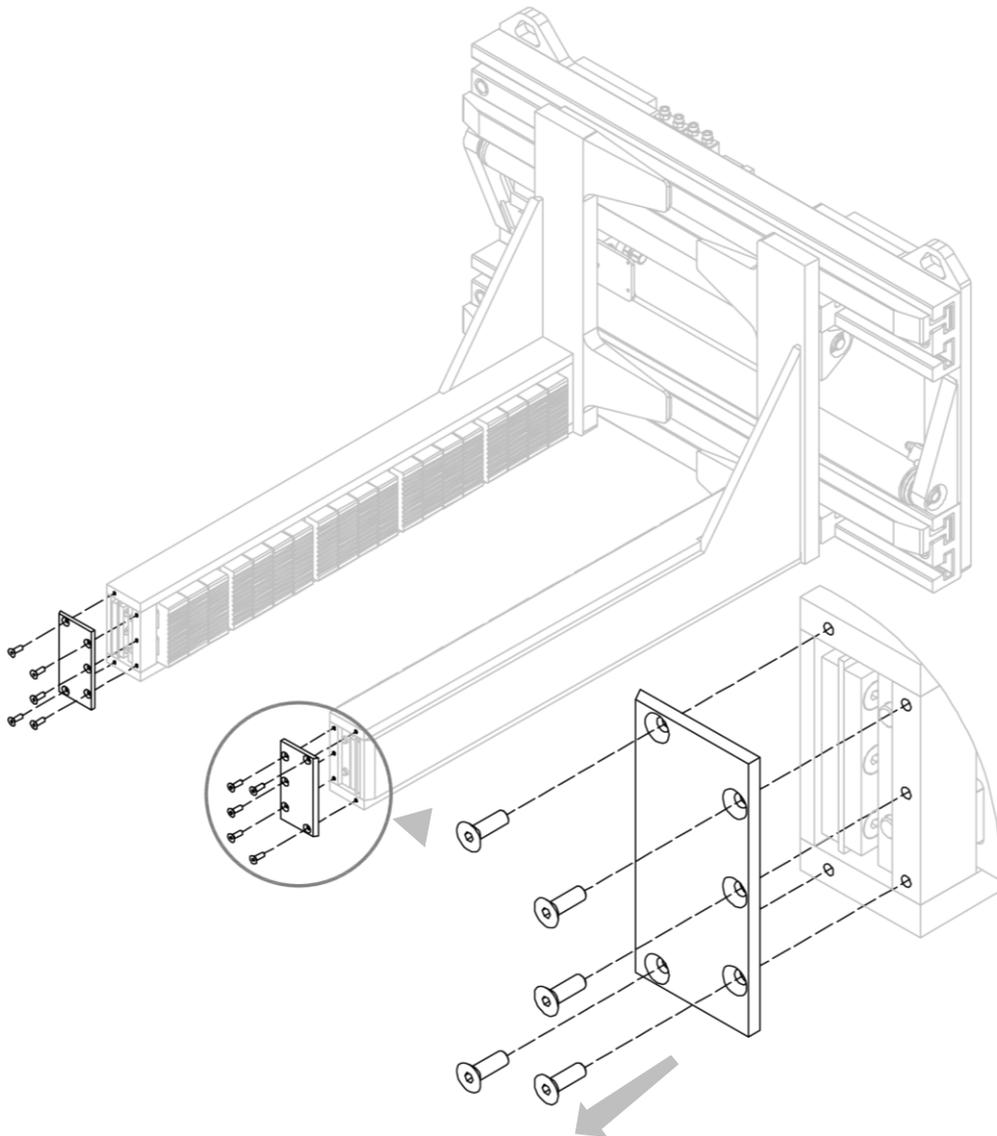

Figura 33
2. Quitar las tapas desenroscando los tornillos (mira *Figura 33*).